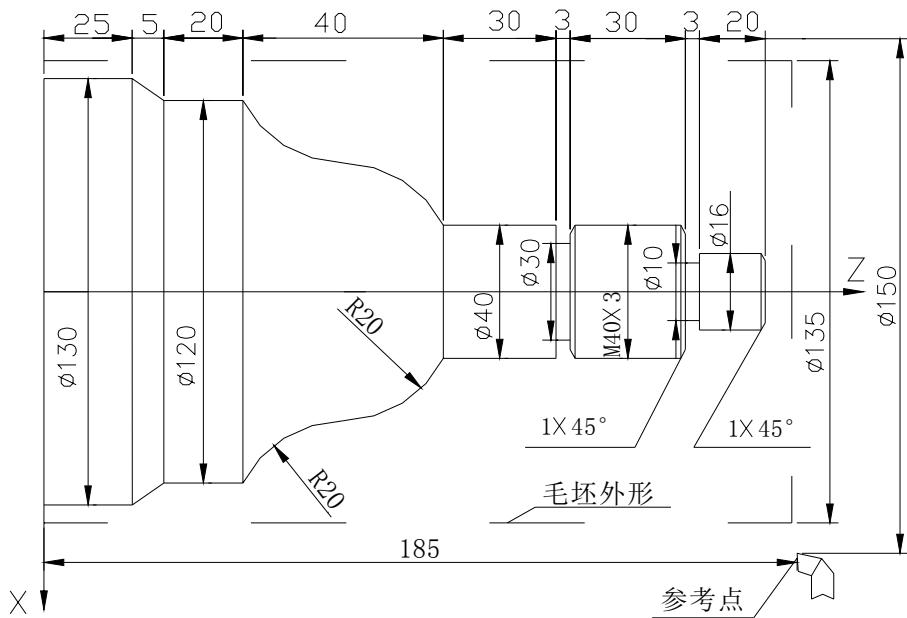

图 7-4-5 加工实例
**示例 4:** 综合加工 加工图 7-4-5 所示工件(G71、G92)。